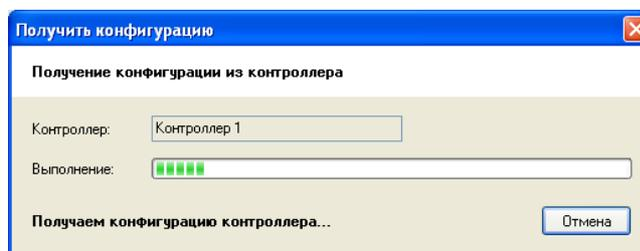

Рисунок 24
- 9) Нажмите кнопку "Выбрать" диалога "Выбор контроллера", на экране отобразится процесс чтения конфигурации (см. Рисунок 24), и дождитесь окончания обмена данными с контроллером.